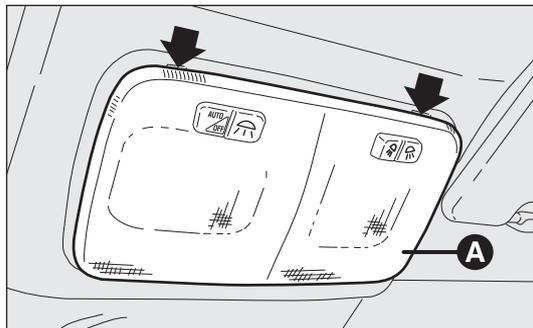
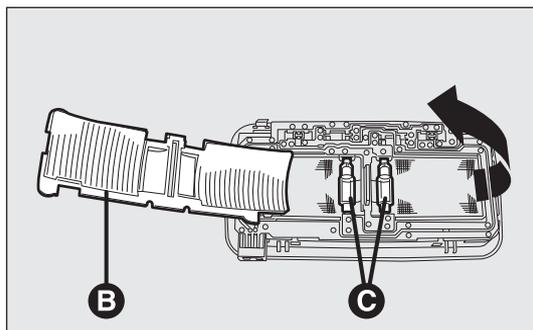

Abb. 194
Abb. 195
- auf die von den Pfeilen angegebenen Punkte einwirken, und die Innenleuchte A – Abb. 194 entfernen;
- die Schutzklappe B – Abb. 195 öffnen;
- die Glühlampen C – Abb. 195 aus den seitlichen Kontakten lösen, austauschen und sicherstellen, dass die neuen Lampen ordnungsgemäß zwischen den Kontakten fest sitzen;
- Die Klappe B – Abb. 195, wieder schließen und die Deckenleuchte A – Abb. 194 wieder in die Lampenfassung bauen. Immer prüfen, dass die Leuchte gut in der Fassung sitzt.